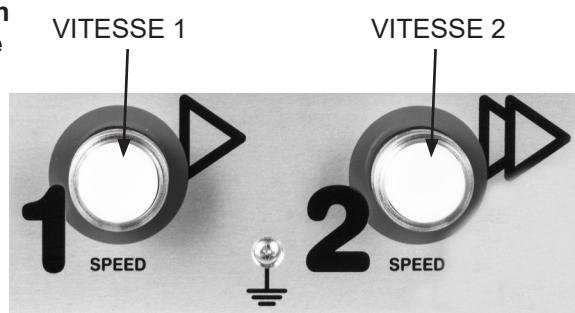

Figure 9-2
- Appuyez sur le bouton SPEED 1 pour pré-mélanger les ingrédients à faible vitesse. Voir Fig. 9-2.